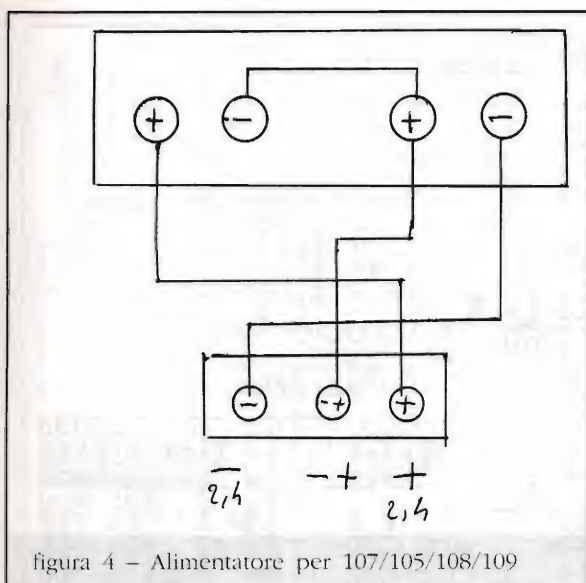

figura 4 - Alimentatore per 107/105/108/109
Assicuriamoci che l'interruttore (26), sia su "OFF" e che le batterie oppure una sorgente di alimentazione esterna siano collegate. Apro una parentesi per dirvi che potete usare per la 407, uno degli alimentatori tipo IP22 della famiglia delle "105" collegandolo come da schema (figura 4).